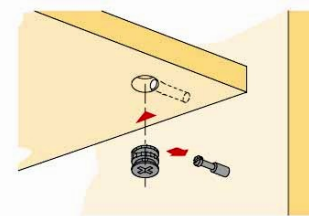

Рис. 3 Схема установки эксцентрика
2. На детали 3, 4 устанавливаем соединительные болты эксцентриков (А) (см. рис. 3);